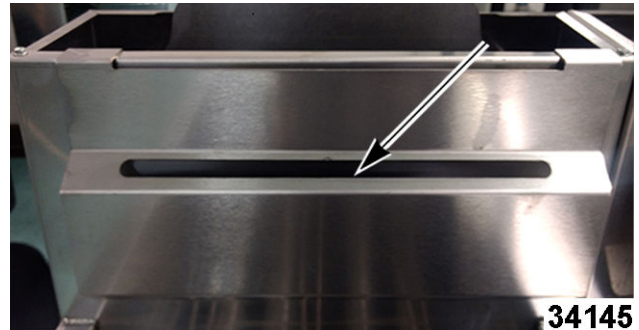

Fig. 91
- B. Basket holder (1, Fig. 91).